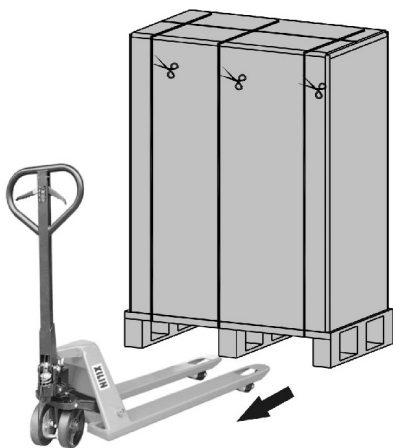
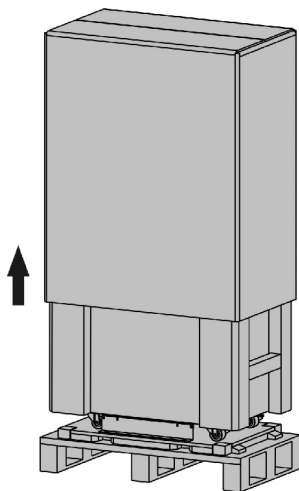
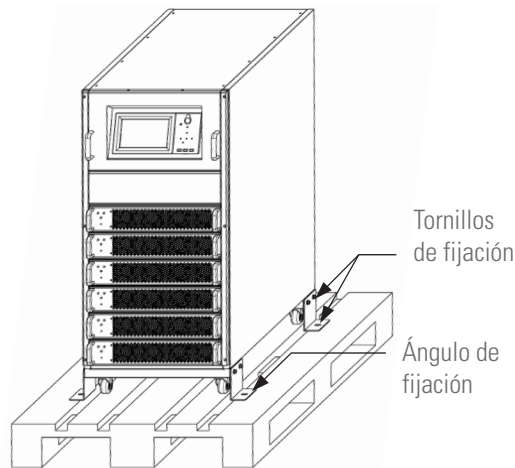

Fig. 24. Ejemplo traslado ADAPT X embalado con transpalet.
Fig. 25. Ejemplo retirada envolvente de cartón.
Fig. 26. Equipo desembalado a modo de ejemplo sobre palet.
- En las Fig. 24 a Fig. 26 se representan a modo de ejemplo las ilustraciones correspondientes al sub-rack de 6 slots.
- Para desembalar el equipo cortar los flejes de la envolvente de cartón y sacarlo por arriba como si fuera una tapa (ver Fig. 24 y Fig. 25) o bien desmontarlo con las herramientas necesarias si el envolvente es de madera; retirar las cantoneras y
- Retirar los tornillos y/o los ángulos de fijación, indicados en la Fig. 26.